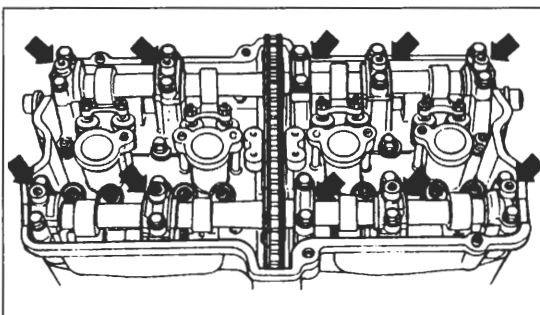

Bild 161
- Schrauben erst ausdrehen, wenn alle Schrauben gelockert sind (Bild 161).